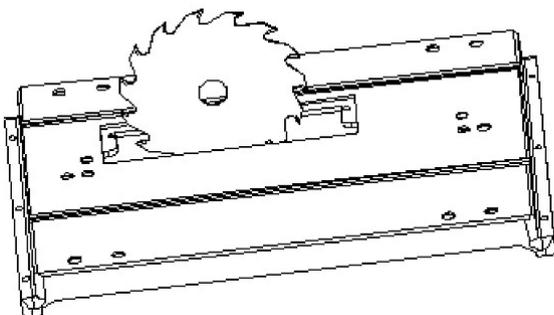

Abb. 21: Einbau des Sägeblatts TKS 200
Schritt 2: Setzen Sie das Sägeblatt auf den Flansch und befestigen Sie es mit der Schraube. Achten Sie auf die korrekte Richtung der Sägeblattzähne (Abb.21).